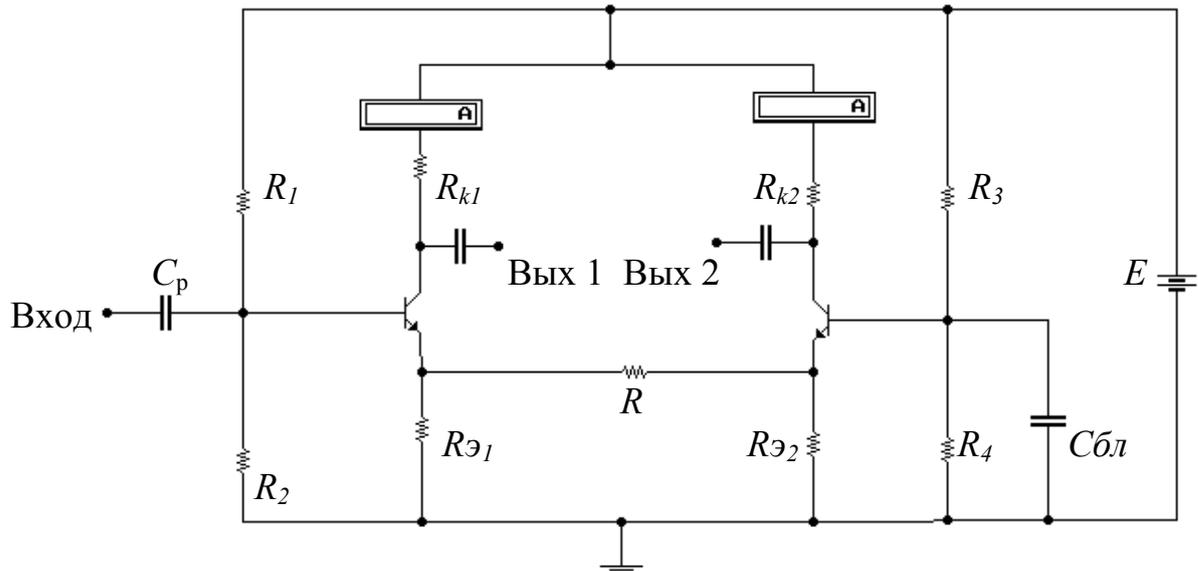

Рис. 7.6. Фазоинверсный каскад с эмиттерной связью и дополнительной обратной связью
13. Разбейте R_3 на два резистора, включенные в параллель, увеличив номинал каждого из них вдвое. Подключите между двумя R_3 сопротивление R (рис. 7.6) и оцените влияние его изменения (от 5 до 30 Ом) на коэффициент усиления по каждому плечу, а также на $f_{\text{в}}$ и $f_{\text{н}}$.